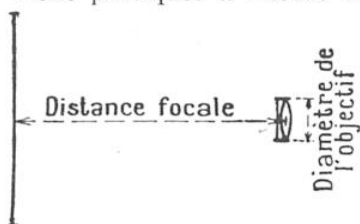

FIG. 1. — QU'EST-CE QUE L'OUVERTURE RELATIVE D'UN OBJECTIF ?
Les appareils de petit format sont — c'est l'évidence même — moins encombrants et plus maniables que les grands. En outre, ils consomment moins de pellicule. Mais surtout, ils ont l'avantage de permettre l'emploi d'objectifs à grande ouverture et, par suite, à grande luminosité (1). (Voir fig. 1.)